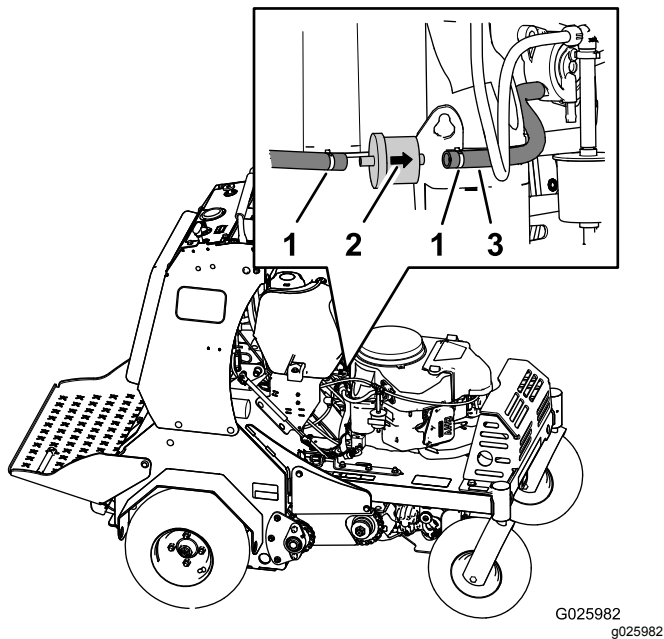

Figure 38
3. Pincez les extrémités des colliers et éloignez les colliers du filtre (Figure 38).
4. Détachez le filtre des conduites de carburant (Figure 38).
5. Posez le filtre neuf en orientant la flèche du sens d'écoulement comme montré à la Figure 38.
6. Alignez les colliers sur le flexible et les raccords du filtre à carburant (Figure 38).